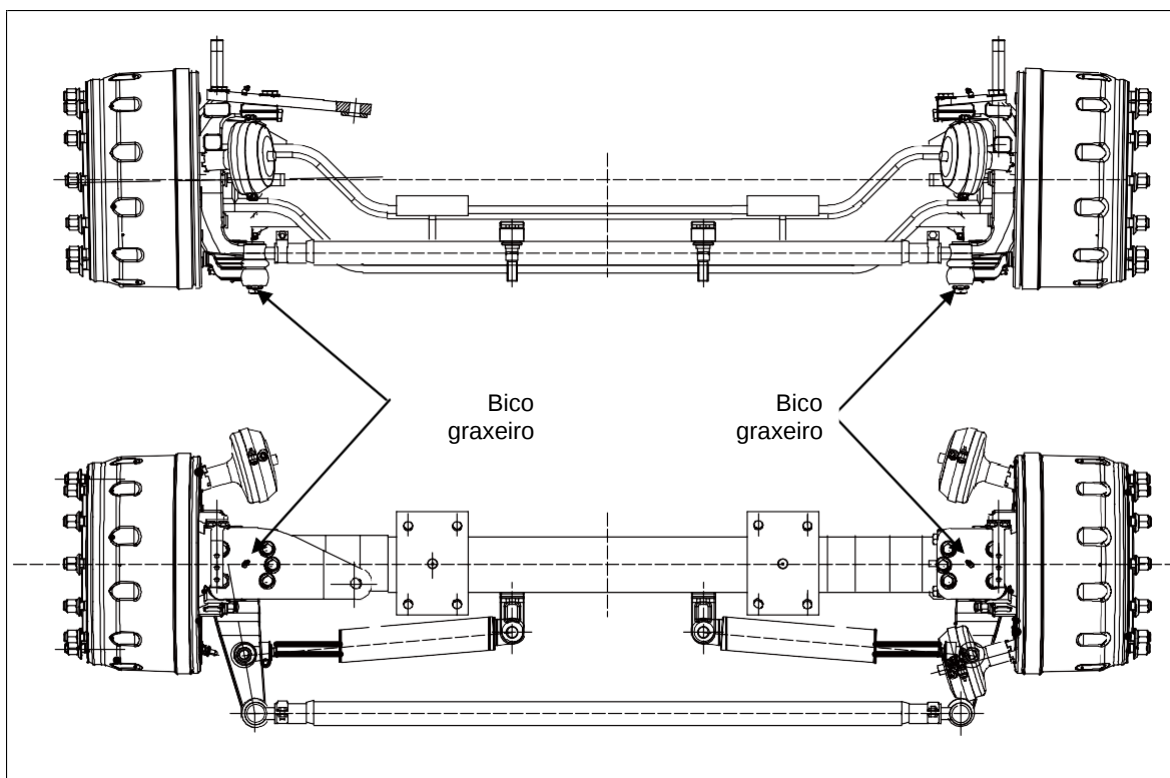
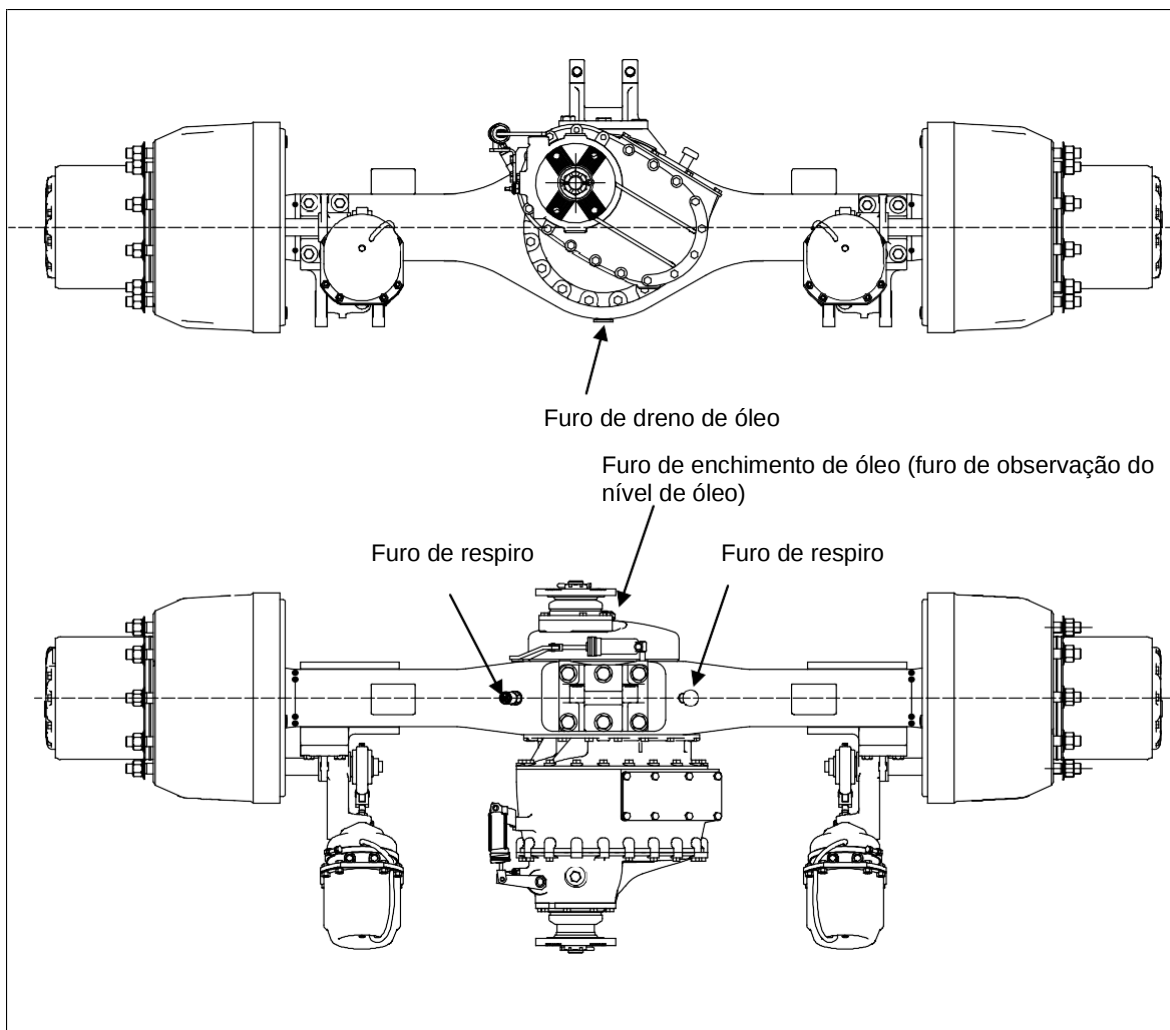

Figura 5-27 Pontos de lubrificação do eixo
Figura 5-28 Enchimento e drenagem do óleo de engrenagens do eixo
- b) Graxa: Para os pontos de lubrificação, veja a Figura 5-27 e a Figura 5-28. Para o método de lubrificação, consulte a Tabela 5.2.7.